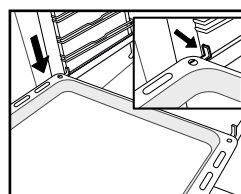

Fig. 5
5. Sæt tilbehøret på glidestykket (Fig. 5, 6).